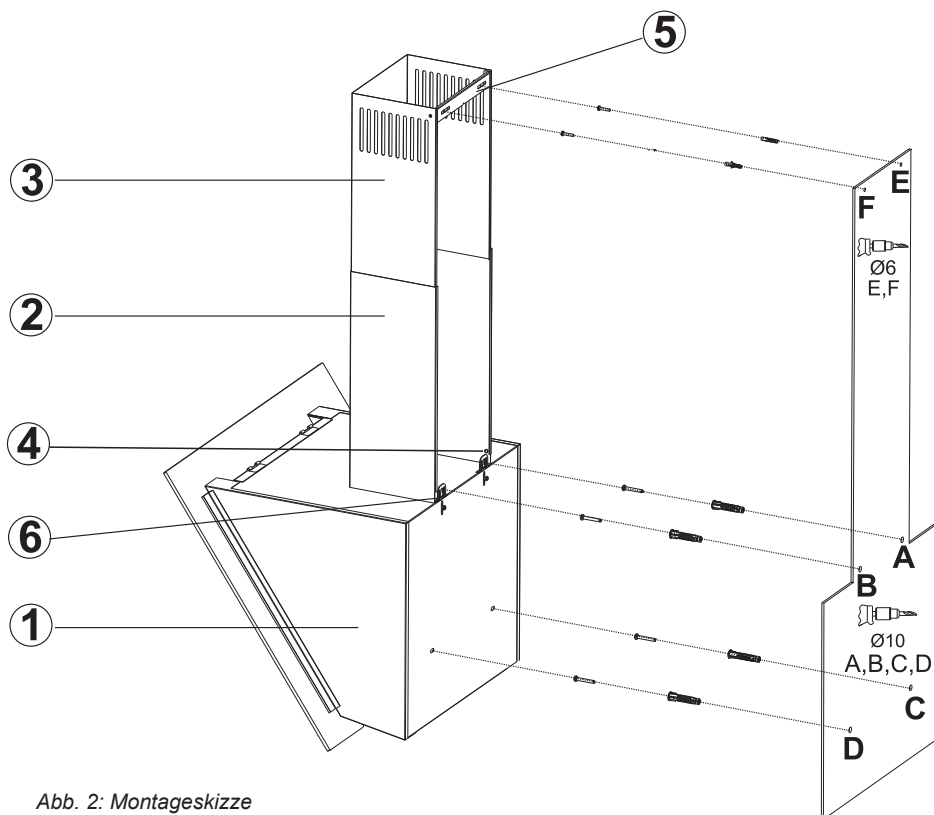

Abb. 2: Montageskizze
Der Elektroanschluss erfolgt an eine Steckdose, die meistens hinter dem Grund- oder Teleskopschacht ( $\Leftrightarrow$  Abb. 2) positioniert wird.
- Löcher der Befestigungspunkte A, B, C und D bohren, Dübel einsetzen und die Schrauben an den Punkten A+B zu  $\frac{3}{4}$  eindrehen (→ Abb. 2). Die Montagelaschen oben hinten am Haubenkörper herausziehen und festschrauben.
Grund- und Teleskopschacht (⇔ Abb. 2 S.14) werden nun montiert.